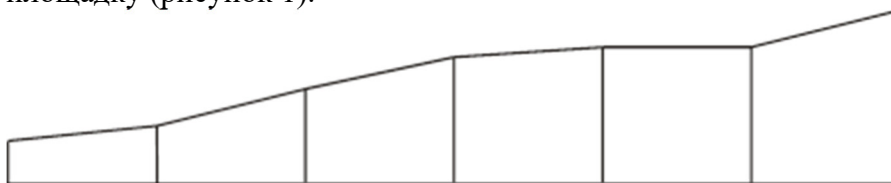

Рисунок 1 - Монотонный профиль
2. Монотонный профиль. Этой такой профиль, когда начиная с наибольшей отметки высоты в одном конце пути, каждая последующая точка, ограничивающая элемент профиля, находится ниже предыдущей, не опускаясь при этом ниже крайней точки в другом конце пути. При таком профиле отдельные отрезки могут иметь уклон, равный нулю – горизонтальную площадку (рисунок 1).